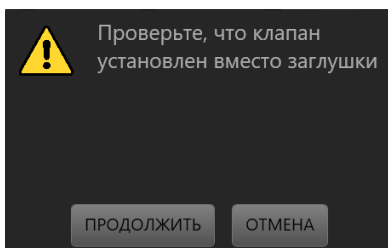

Рис. 14. Меню функции сервиса
7.8.3.3.1 Прокачка нижнего (силового) блока. Предварительно требуется открутить заглушку сбоку силового блока, установить на ее место специальный клапан после чего нажать кнопку **ПН** (рис. 14). Появится сообщение «Проверьте, что клапан установлен вместо заглушки», нажмите **Продолжить**. Начнется алгоритм прокачки, из клапана будет выходить воздух и рабочая жидкость.
После нажатия кнопки **ПВ** (рис. 14) появляется сообщение: «*Проверьте, что заглушка установлена на место. Установите ёмкость для сброса жидкости под выходной порт*». Следует выполнить данные инструкции, после чего нажать кнопку **Продолжить**. По кнопке **Отмена** осуществляется отмена алгоритма прокачки и выход в меню.
Проверка выполняется для определения необходимости выполнения прокачки калибратора. Для выполнения проверки заглушка должна быть установлена на свое место сбоку силового блока. Для начала проверки нажать кнопку **Проверка** в строке **Прокачка** меню **Сервис** → **Функции** (рис. 14). Начнется алгоритм проверки, по окончании которого появится сообщение: «Система заполнена. Степень прокачки 80%. Прокачка не требуется.». Нажмите **Выход** для возврата в меню. Чем больше степень прокачки (СП), тем быстрее калибратор создает давление, допустимые значения СП 50-100%.